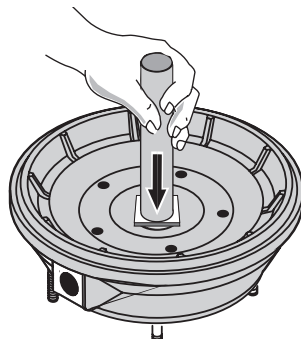

**Figure 10**
4. Placer la moitié arrière de la pompe sur une surface plate et sortir le siège en céramique en frappant. Voir la figure 10.